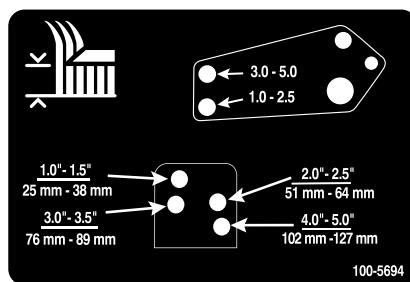

Рисунок 23
10. Совместите отверстия тяг демпферов с выбранными отверстиями кронштейнов высоты скашивания в раме деки газокосилки, вставьте шплинтуемые штифты и зафиксируйте их игольчатыми шплинтами (Рисунок 23).